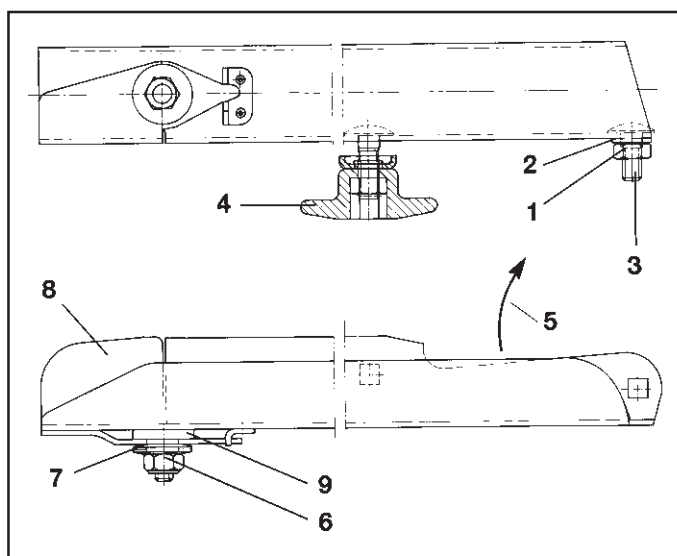

Fig. 9.3
- Zelfborgende moeren (fig. 9.3/1) losdraaien.
- Verwijderen van de onderlegring (fig. 9.3/2) en de vlakke ronde bout (fig. 9.3/3).
- Vleugelmoer (fig. 9.3/4) losdraaien en de strooischoep wegnemen.
- **De zelfborgende moeren (fig. 9.3/1) zo vast aandraaien, dat de strooischoepen nog met de hand te verstellen zijn.**
Let U op de juiste montage van de strooischoepen. De open zijde van de U-vormige strooischoep wijst in de draairichting (fig. 9.3/5).
- Zelfborgende moer (messing CuZn) (fig. 9.3/6) losdraaien en samen met schotelveren (fig. 9.3/7) verwijderen.
- Zwenkvleugels (fig. 9.3/8) vervangen.
Let op de kunststofring (fig. 9.3/9) tussen de strooischoep en de zwenkvleugel.
- Zelfborgende messing moer (fig. 9.3/6) met draaimoment van **6 - 7 Nm** aantrekken, zodat de zwenkvleugel nog met de hand verstelbaar is. Tijdens het gebruik mag deze niet uit zichzelf naar boven kunnen gaan.